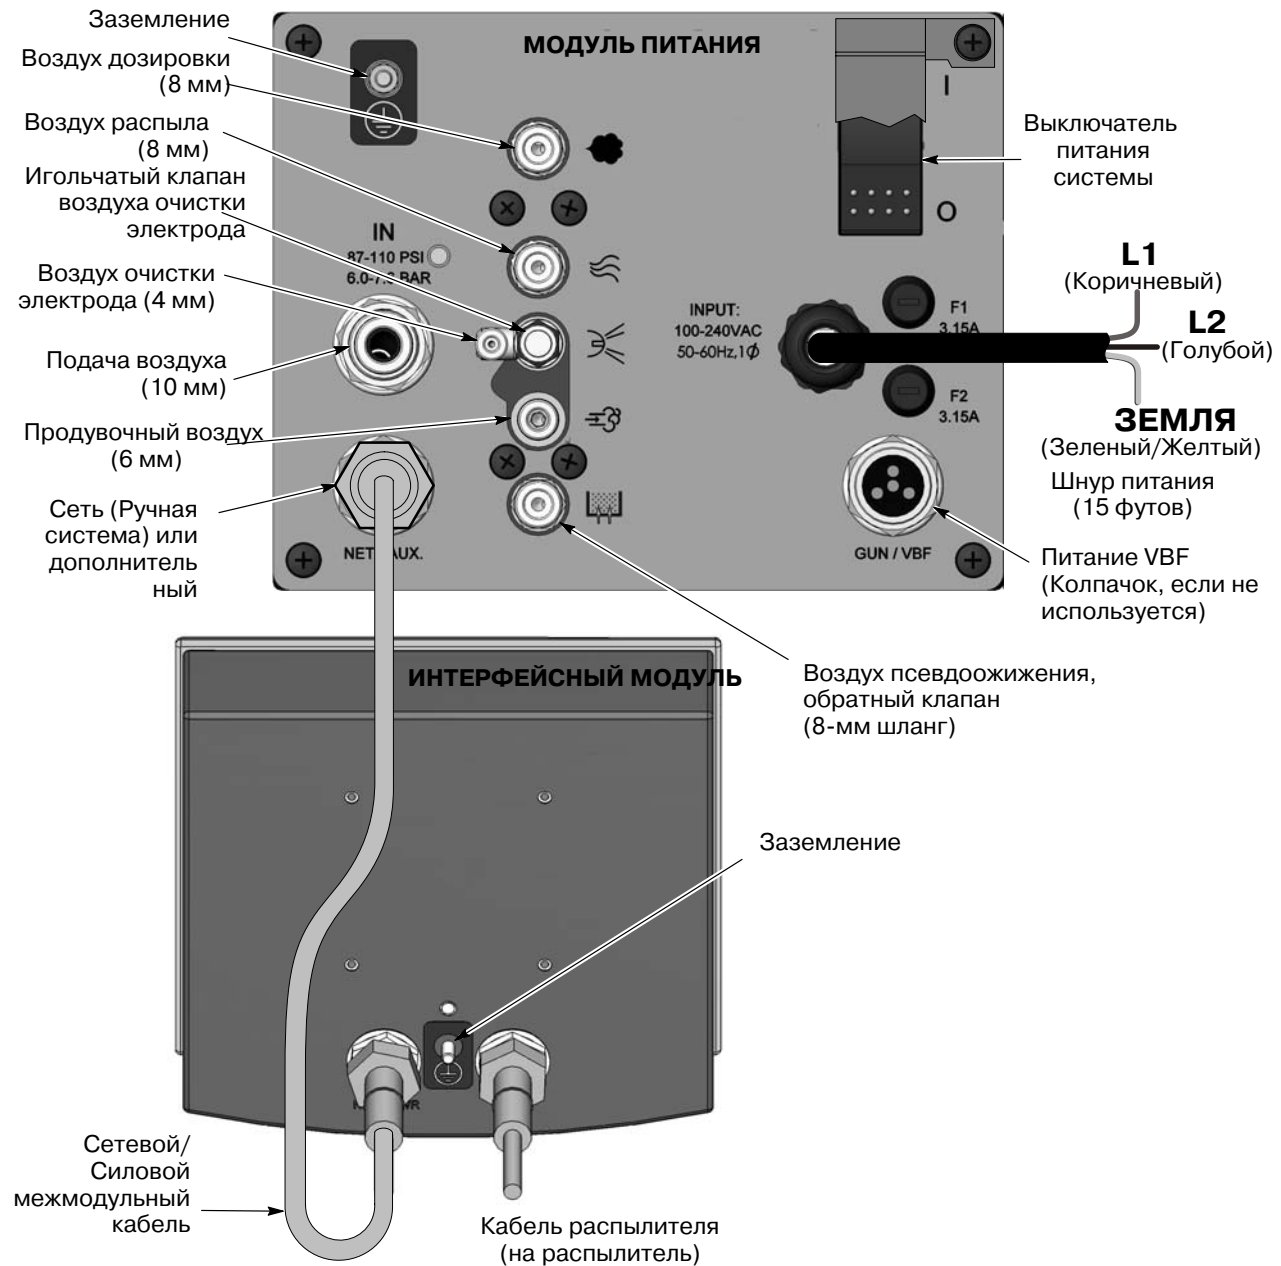

Рис. 2-3 Соединения блока управления распылителем Encore
1. См. рис. 2-3. Подсоединить кабель к гнезду интерфейсного модуля. Разъем кабеля и гнездо снабжены ключом.